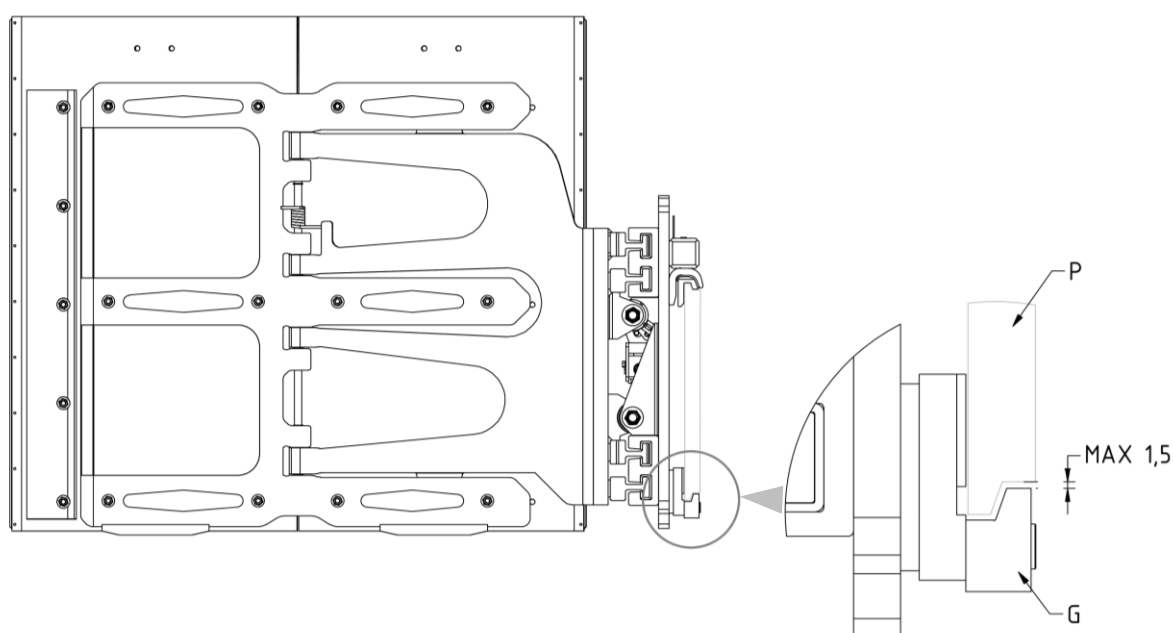

Figura 8
9. Riavvitare i 2 ganci inferiori **G** in modo che il corpo di questi rimanga agganciato anche inferiormente alla piastra porta forche **P** (con gioco max. 1,5mm, vedi dettaglio *Figura 8*), serrando con coppia di serraggio indicata nella *Tabella 4*.